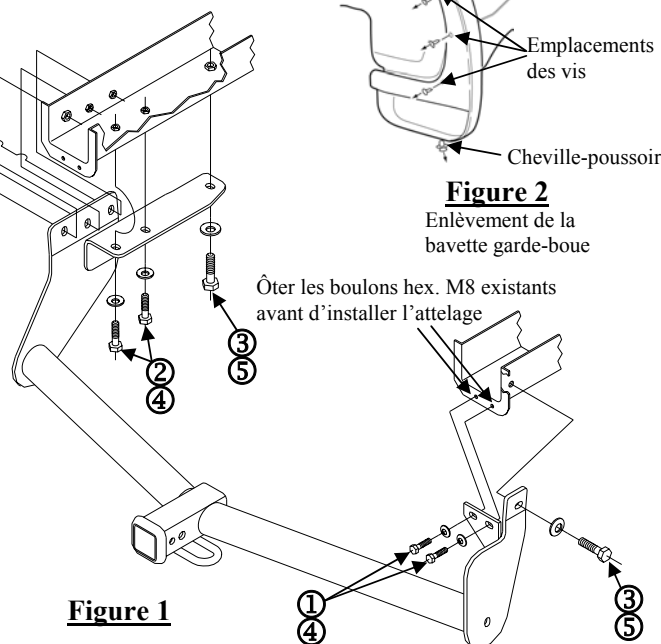

Figure 2
①	Qté (2)	Boulon hex. M8 x 1.25 x 30mm CL8.8	④	Qté (6)	Rondelle conique dentée 3/8"
②	Qté (4)	Boulon hex. M10 x 1.25 x 30mm CL8.8	⑤	Qté (3)	Rondelle conique dentée 1/2"
③	Qté (3)	Boulon hex. M12 x 1.25 x 35mm CL8.8
- Retirer les bavettes garde-boue des passages de roue côtés conducteur et passager en ôtant trois (3) vis à tête cruciforme et une goupille-poussoir, de chaque côté, comme illustré à la **figure 2**. Conserver les bavettes et les fixations en vue de la réinstallation.